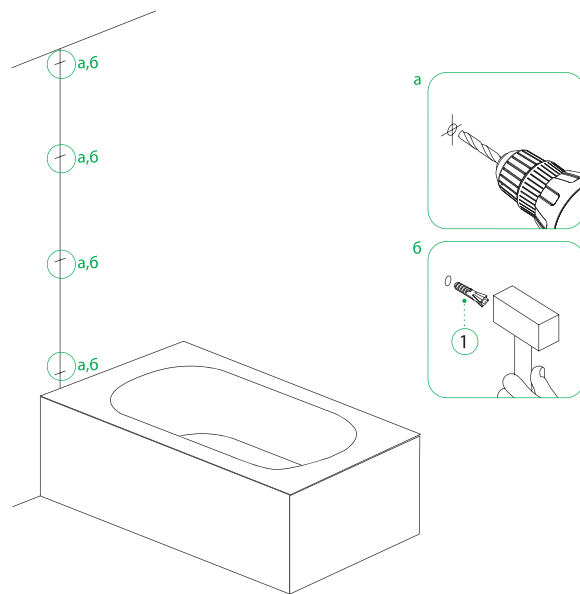

Рис. 5/5-сур.
2. Просверлите отверстия (рис. 5-а) и вставьте дюбели (1), как показано на рисунке рис. 5-б. Приложите пристенный профиль (13), предварительно обработанный са-